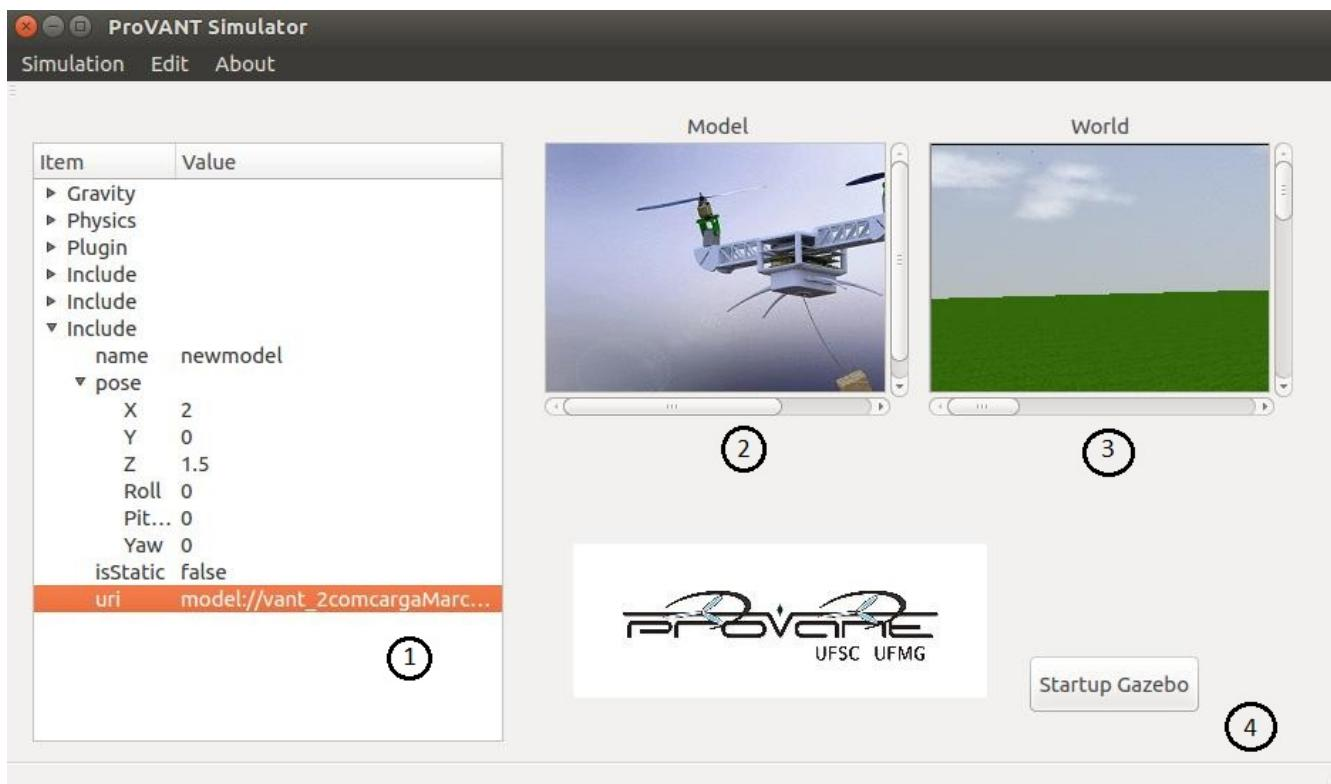
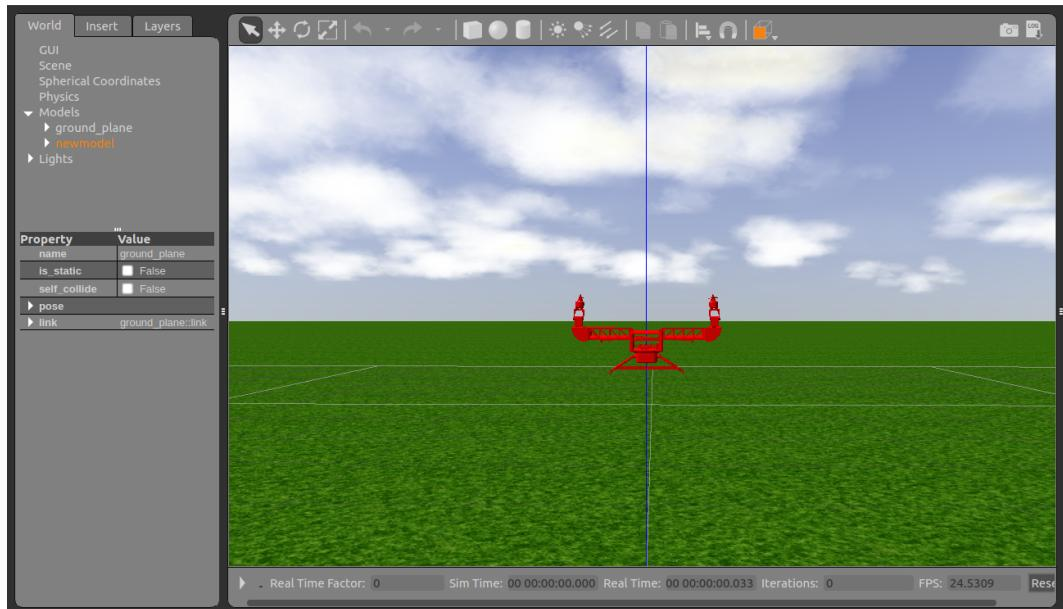

Figura 3.3: Janela de configuração da simulação.
Figura 3.9: Janela inicial do simulador Gazebo.
Tendo escolhido o VANT e o cenário de simulação, suas imagens a imagem ilustrativa do cenário aparecerá na interface e portanto é possível verificar se foram selecionados corretamente, como mostra a Figura 3.3, através dos itens (2) e (3), respectivamente.
Ainda com relação à Figura 3.3, o item (1) corresponde à uma árvore de informações e configurações do VANT e do cenário de simulação. Através de duplo clique em cima do campo desejado é possível realizar configurações. Os campos dessa árvore são:
Após realizar todas as configurações, o usuário deve pressionar o botão "OK" item (10). A janela de configuração da simulação (Figura 3.3) será mostrada novamente. A simulação pode ser então inicializada com o modelo de VANT, cenário, estratégia de controle e instrumentação selecionados, através do botão "Startup Gazebo" , item (4) da Figura 3.3. O simulador Gazebo será inicializado, conforme mostrado na Figura 3.9.